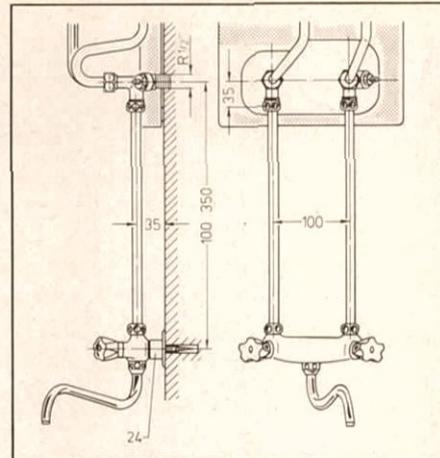
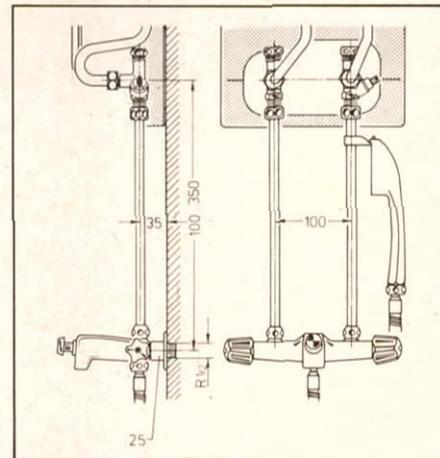

Abb. 6 Installation für Direktzapfung mit Mischbatterie 448
Abb. 7 Installation für Direktzapfung mit Mischbatterie 449
- 24 Anschraubstück (Abb. 6)
- 25 Anschlußstück R $\frac{1}{2}$ " (Abb. 7)
Druckmischbatterie mit Schwenkauslauf Art. Nr. 448 (Abb. 6) bzw. Druck-Bademischbatterie mit Handbrause Art. Nr. 449 (Abb. 7).
Die Mischbatterie wird, wie in Abb. 6 bzw. 7 gezeigt, an VED und Wassernetz angeschlossen. Die Installation nach Abb. 6 ist zu wählen, wenn zusätzlich entfernte Zapfstellen angeschlossen werden sollen.
- d) Verschlusskappe am Kaltwasseranschlußstück (15, Abb. 1) abschrauben. Bei Anschluß einer Mischbatterie (s. Abb. 7) ist stattdessen die Überwurfmutter (15, Abb. 1) vor dem Verbindungsrohr zur Mischbatterie zu öffnen.